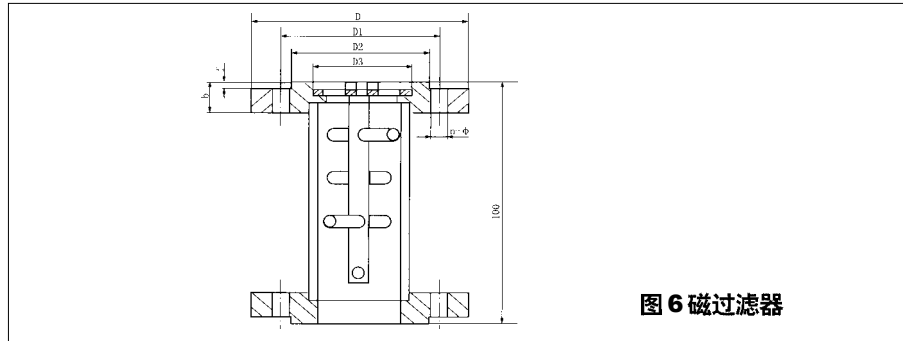

图 6 磁过滤器
c. 在流量计上游应安装阀门, 在下游 5~10 倍仪表通径处安装流量调节阀, 对于小口径 (DN < 25) 仪表在上游应安装磁过滤器及滤网过滤器。被测介质中若含有磁性物质的, 则一定要在流量计前安装磁过滤器。(磁过滤器外形及尺寸见图 6 及表 6)